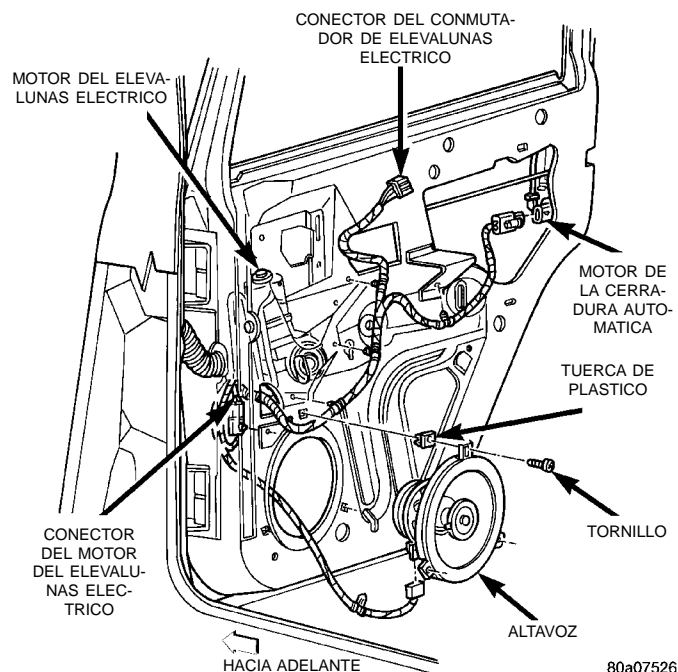

Fig. 14 Desmontaje/instalación del altavoz de la puerta trasera
(6) Separe el panel tapizado del panel interior de la puerta, lo suficiente como para desenchufar el conector del mazo de cables del conmutador del elevavolante eléctrico.
(7) Retire los tres tornillos que sujetan el altavoz al ángulo inferior delantero del panel interior de la puerta (Fig. 14).